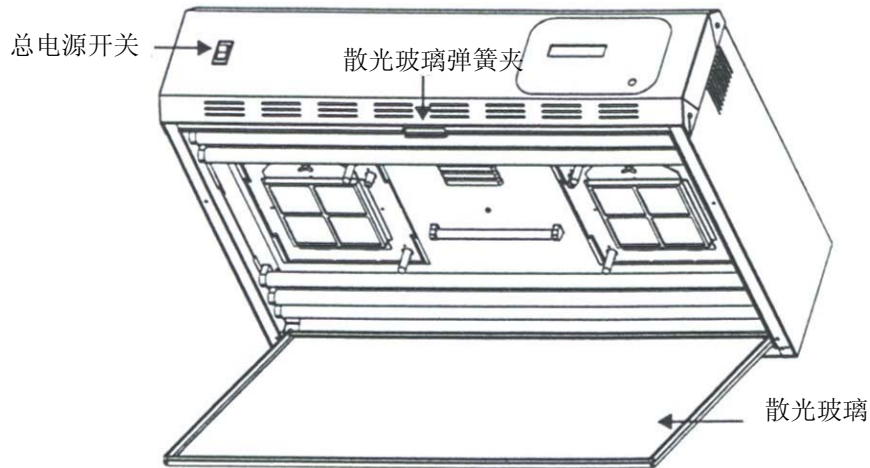
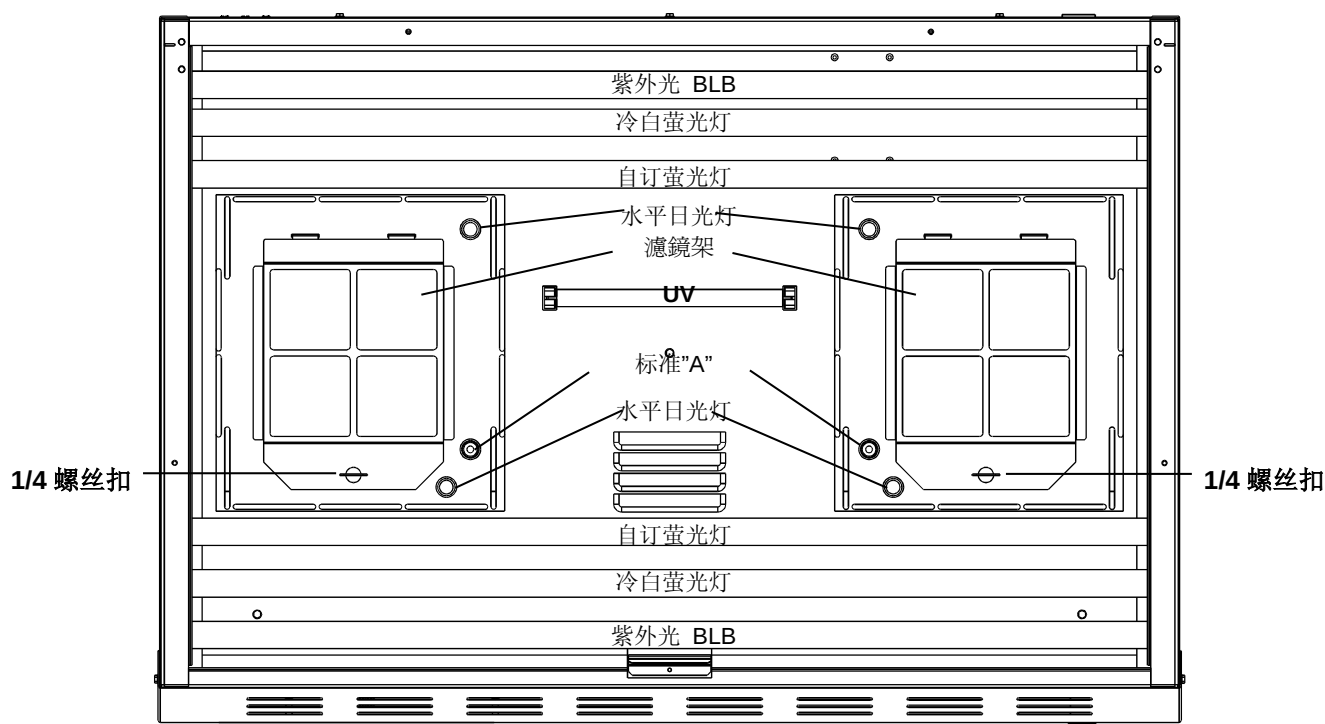

图 13. 打开灯箱
图 14. 滤镜及灯泡位置
要清洁灯箱，请参考图 13 及图 14，并依照指示进行：
6. 松开 1/4 螺丝扣。见图 14。慢慢地把整个滤镜架退滑下来。(微微的侧移便可把它拿下来)
- 4. 松开滤镜架上螺丝钮扣。见图 14。慢慢地把整个滤镜架退滑下来。(轻轻侧移便可把它拿下来)